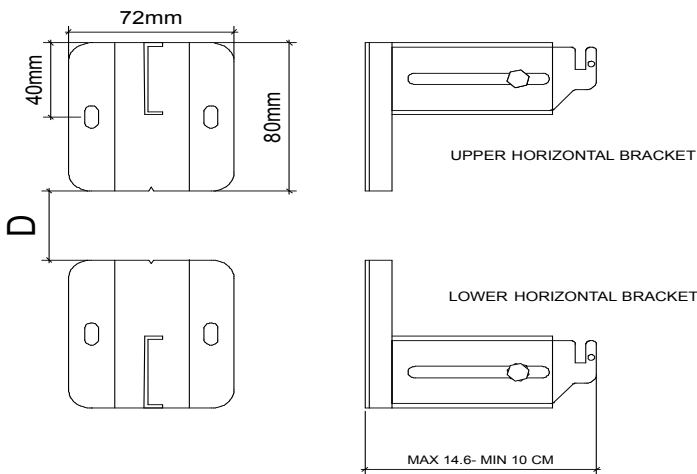

Fig. 3
3. The **FLAT ELASTIC CURVED** screens are provided with sliding mounting brackets which allow an easy wall positioning using the supplied telescopic brackets (Fig. 3).
### 3. Die FLAT ELASTIC CURVED Leinwände werden mit frei positionierbaren Montagewinkeln ausgeliefert. Zusammen mit den im Lieferumfang befindlichen teleskopischen Halterungen (Fig. 3) ist so eine einfache & flexible Positionierung an der Wand möglich.